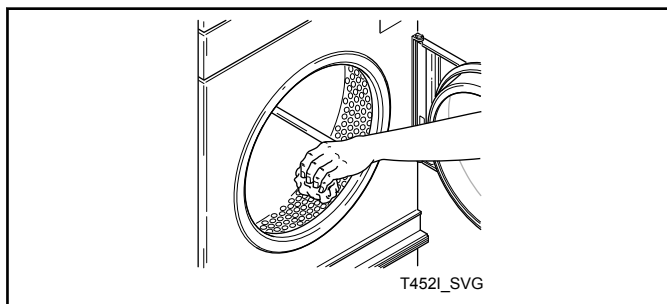

Figura 6
10. Limpe o cilindro usando um detergente ou produto de limpeza multiuso e água. Consulte a *Figura 6*.